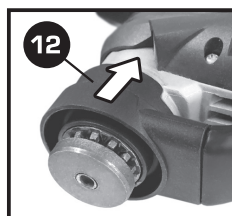
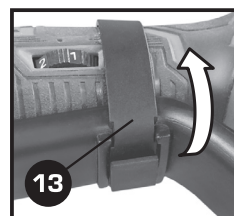

Figura 10
Figura 11
- Coloque el accesorio de aspirado **(12)** (figura 10) y sujételo a la parte trasera de la herramienta con la abrazadera **(13)** (figura 11).